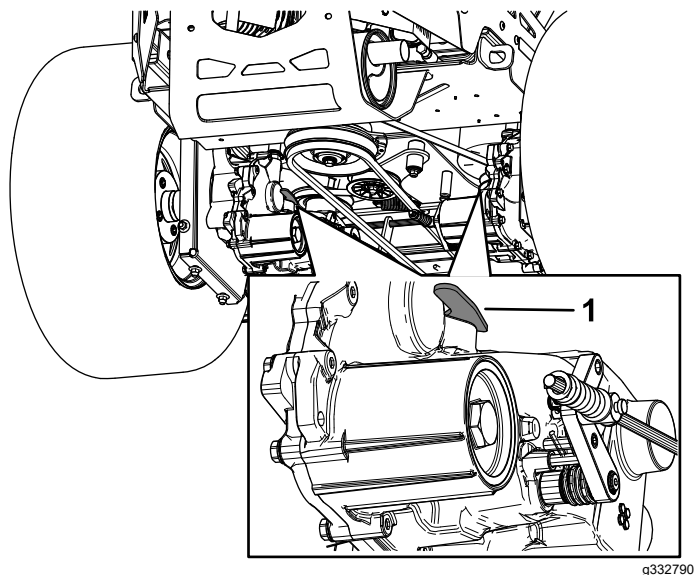

Figura 38
3. Para empujar la máquina, mueva ambas palancas de desvío hacia adelante y bloquéelas en esa posición (Figura 38).
5. Para conducir la máquina, mueva las palancas de desvío hacia atrás y bloquéelas en esa posición (Figura 38).